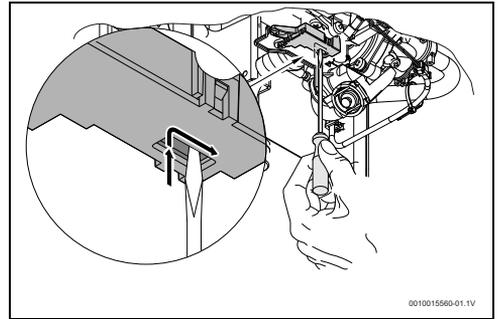

Fig. 23 Resetear el microinterruptor
- ▶ Posicionar el microinterruptor según la fig. 23.